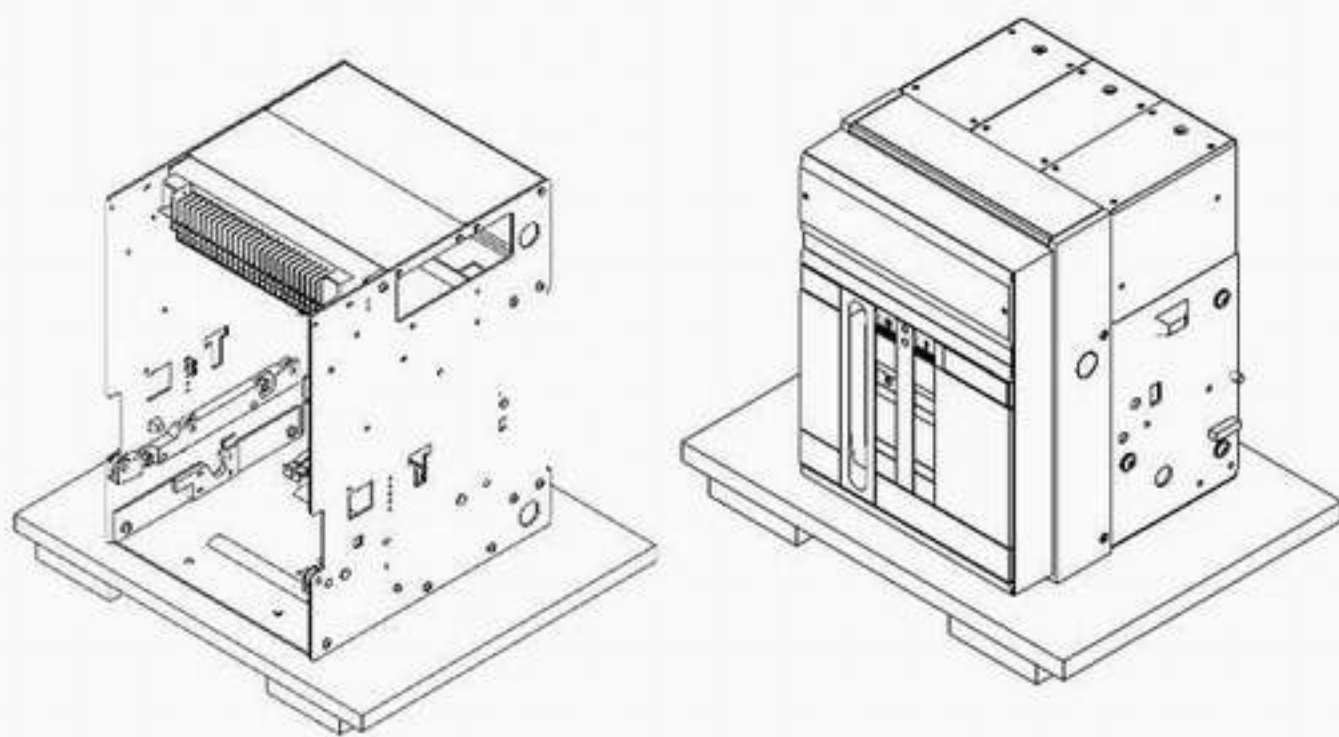

图 6
- 水平放置断路器或任何固定部件,不要直接放置在地上(见图6)